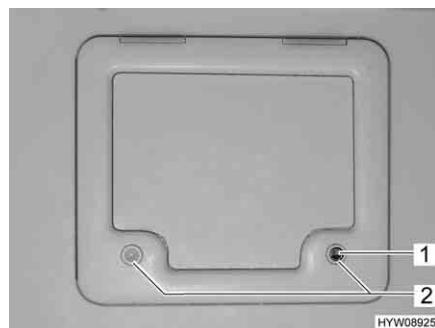

Fig. 18 Sportello per serbatoio fiscale/gavone
- Inserire la chiave nel cilindro della serratura a pressione (Fig. 18,1) e ruotare di un quarto di giro.
- Premere contemporaneamente con i pollici entrambe le serrature a pressione (Fig. 18,2) e aprire lo sportello del serbatoio fiscale.
- Inserire la chiave nel cilindro della serratura (Fig. 18,1) e ruotare di un quarto di giro.